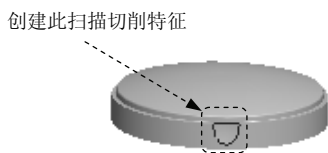
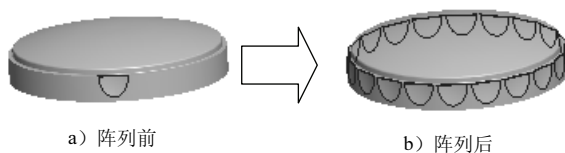

图 7.7 扫掠 1
图 7.8 环形阵列 1
Step 7 创建图 7.7 所示的扫掠 1。
- (1) 选择命令。在 **创建** 区域中单击“扫掠”按钮  扫掠。
- (2) 定义扫掠类型。在“扫掠”对话框 **类型** 区域的下拉列表中选择 **路径** 选项，然后将布尔运算设置为“求差”类型 ，其他参数接受系统默认。
(3) 单击“扫掠”对话框中的 **确定** 按钮，完成扫掠特征的创建。
Step 8 创建图 7.8 所示的环形阵列 1。